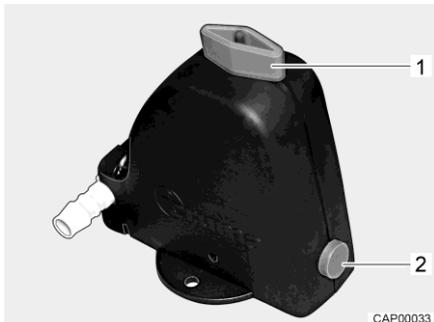

Fig. 252 Válvula de seguridad/purga (Truma)
- Cerrar la válvula de seguridad/purga (Truma). Para ello, girar el botón giratorio (Fig. 252,1) a la posición transversal en referencia a la válvula de seguridad/purga y hundir el botón (Fig. 252,2).